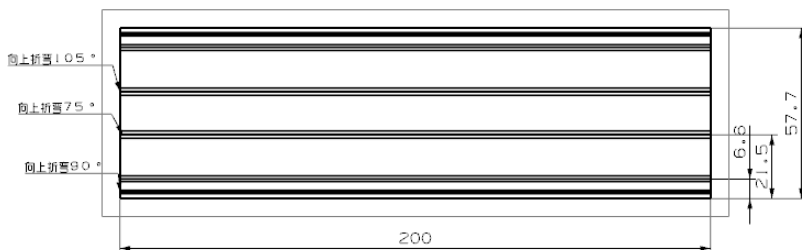

图 9-20 添加文本标签
(6) 选择“菜单(M)”→“插入(S)”→“注释(A)”→“注释(N)...”，或者单击“主页”选项卡“注释”面组上的“注释”按钮，打开如图 9-19 所示的“注释”对话框，添加如图 9-20 所示的文本标签。